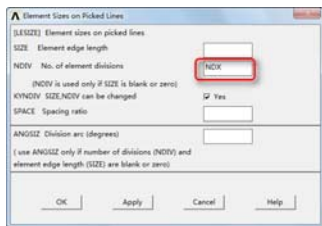

图 10-22 “Element Sizes on Picked Lines”对话框
⑪依次选择 Main Menu→Preprocessor→Meshing→Size Cntrls→ManualSize→Lines→Picked Lines，会弹出“Element Size on ...”对话框，单击“Pick All”按钮，会弹出“Element Sizes on Picked Lines”对话框，如图 10-22 所示，在“NDIV No. of element divisions”输入框输入 NDX，单击“OK”按钮关闭该对话框。
→Picked Lines, 会弹出“Element Size on ...”对话框, 单击“Pick All”按钮, 会弹出“Element Sizes on Picked Lines”对话框, 如图 10-22 所示, 在“NDIV No. of element divisions”输入框输入 NDY1, 在“SPACE Space ratio”输入框输入-5, 单击“OK”按钮关闭该对话框。
⑰依次选择 Main Menu→Preprocessor→Meshing→Size Cntrls→ManualSize→Lines→Picked Lines, 会弹出“Element Size on ...”对话框, 单击“Pick All”按钮, 会弹出“Element Sizes on Picked Lines”对话框, 如图 10-22 所示, 在“NDIV No. of element divisions”输入框输入 NDY2, 在“SPACE Space ratio”输入框输入-5, 单击“OK”按钮关闭该对话框。
⑳依次选择 Main Menu→Preprocessor→Meshing→Size Cntrls→ManualSize→Lines→Picked Lines, 会弹出“Element Size on ...”对话框, 单击“Pick All”按钮, 会弹出“Element Sizes on Picked Lines”对话框, 如图 10-22 所示, 在“NDIV No. of element divisions”输入框输入 NDY3, 在“SPACE Space ratio”输入框输入-5, 单击“OK”按钮关闭该对话框。